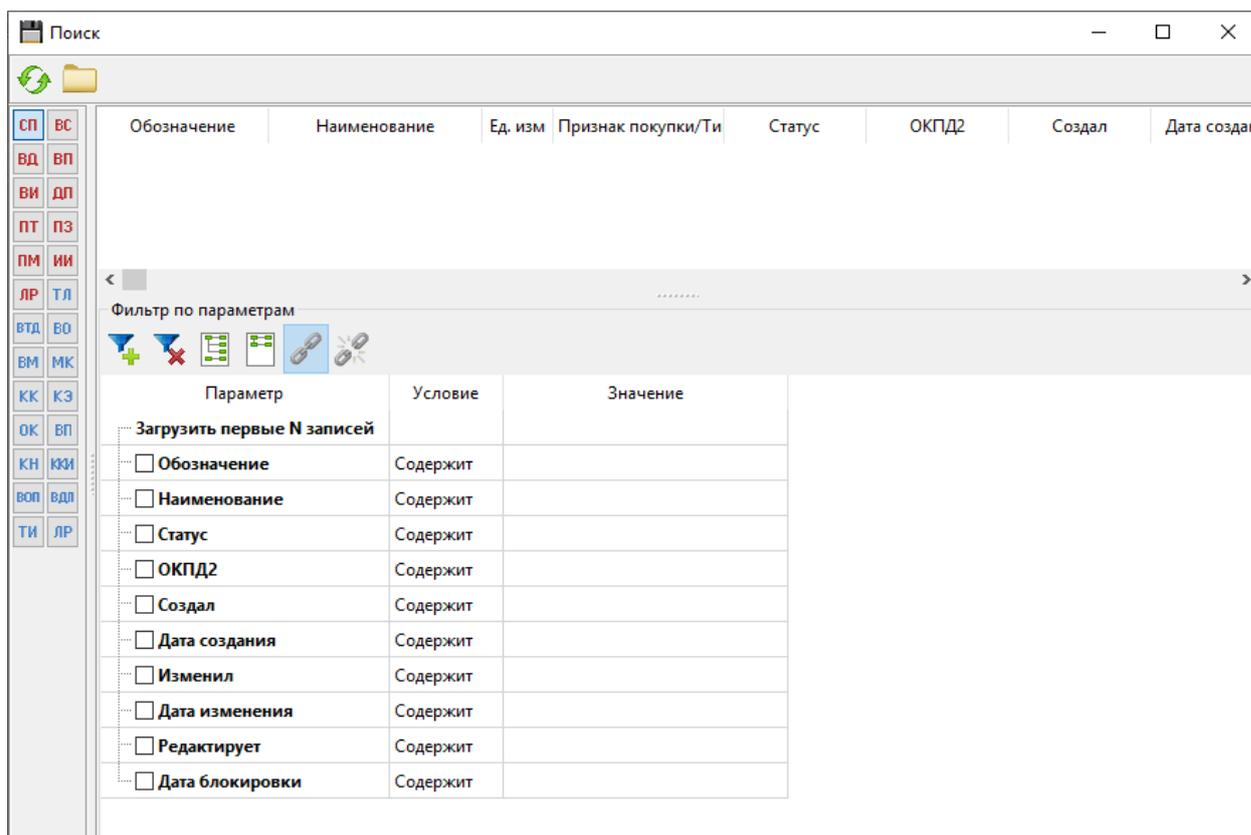

Рис. 39 — Окно поиска документа
- В появившемся окне (Рис. 39):